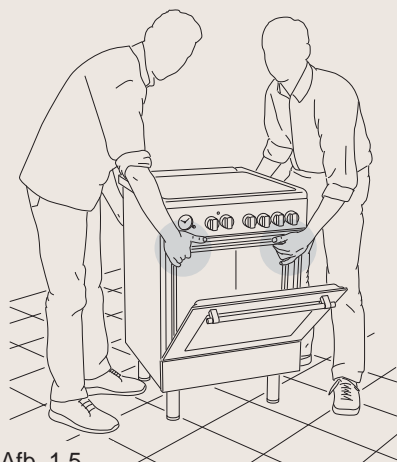

Afb. 1.4
Assembleer het achterscherm "B" (afb. 1.4) alvorens het fornuis te installeren. Het achterscherm "B" vindt u in de verpakking achter het fornuis.
3. Assembleer het achterscherm zoals aangegeven in afbeelding 1.4 en bevestig het door de schroef "A".